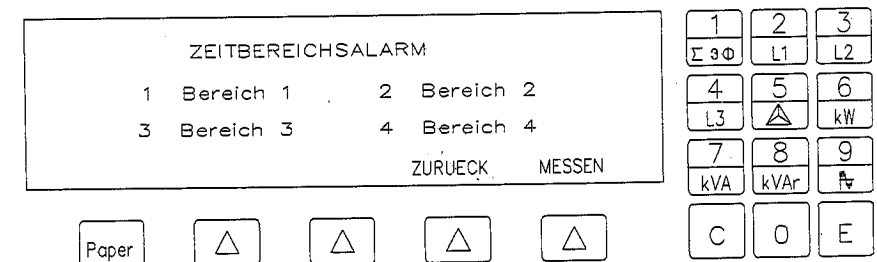

Abb. 3.35
- Mit [6] die Seite für Tarifperiodenalarm abrufen und eine oder mehrere Tarifperioden auswählen, in denen der Alarm gesetzt werden soll (s. Abb. 3.35). Wenn keine Tarifperioden programmiert sind, stoppt das Programm.